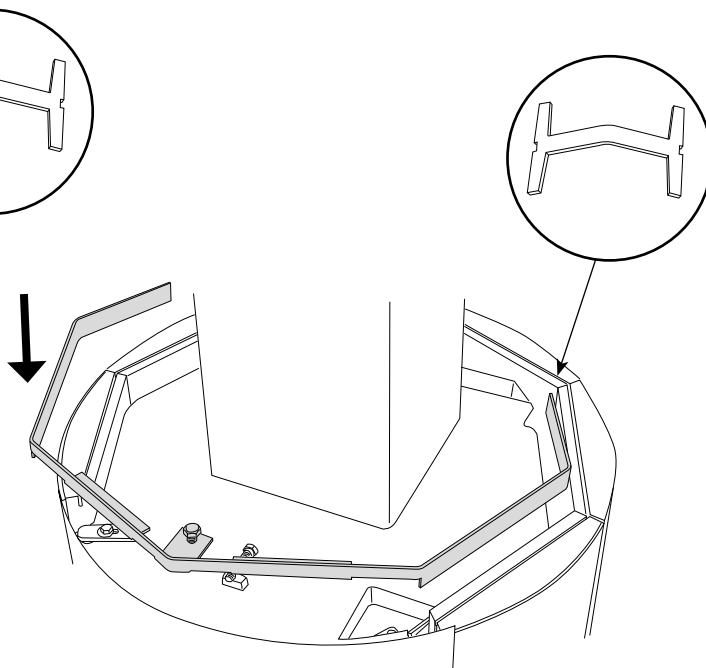

Bild 13: Fästram
10. Placera dit varv 3. Använd fästramen till att fästa ihop de främre stenarna (se bild 13). Använd bygel 3 till att fästa ihop de bakre stenarna.